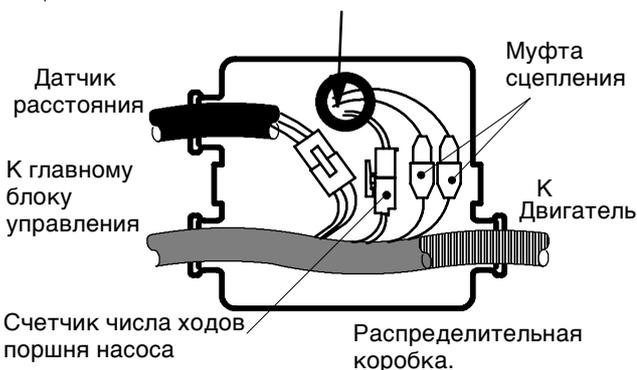

Рис. 11
3. См. Рис. 11. Отсоедините датчик хода поршня насоса и кабели муфты сцепления.
12. См. Рис. 11. Подсоедините датчик хода поршня насоса и кабели муфты сцепления.
3. См. Рис. 11. Отсоедините все связанные с ними провода.
3. См. Рис. 11. Подсоедините все необходимые провода.